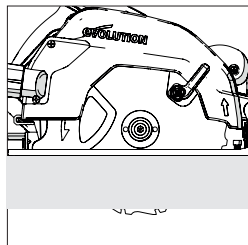

Рис. 12
- В большинстве случаев глубина пропила должна устанавливаться на толщину разрезаемого материала с прибавлением половины длины зубца пильного диска (от кончика зубца до основания). **(Рис.12)**